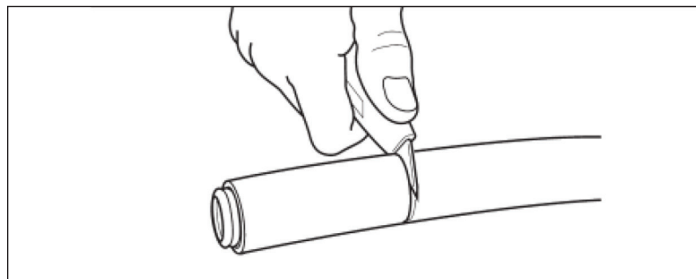

Figure 1-3
5. Finissez de couper la gaine jusqu'au tube en acier inoxydable ondulé à l'aide d'un couteau universel bien tranchant (figure 1-3).